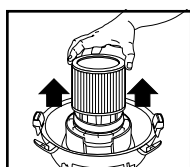

FIGURA 16
23. Deslice el filtro de cartucho para sacarlo del alojamiento de la tapa. **FIGURA 16.**